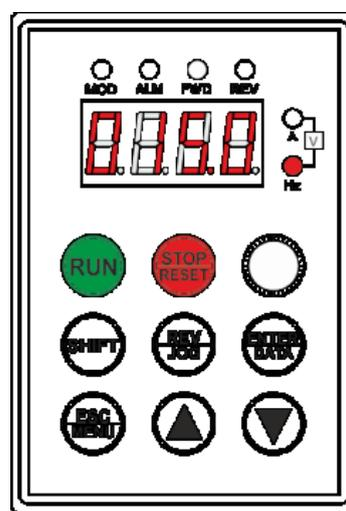

Рисунок 14) Готовность к работе
**Готовность к работе** (рисунок 14) – инвертор готов к работе и запускает привод. На дисплее отображаются значения по умолчанию контролируемого параметра (значение по умолчанию можно выбрать, установив параметр F3.28).